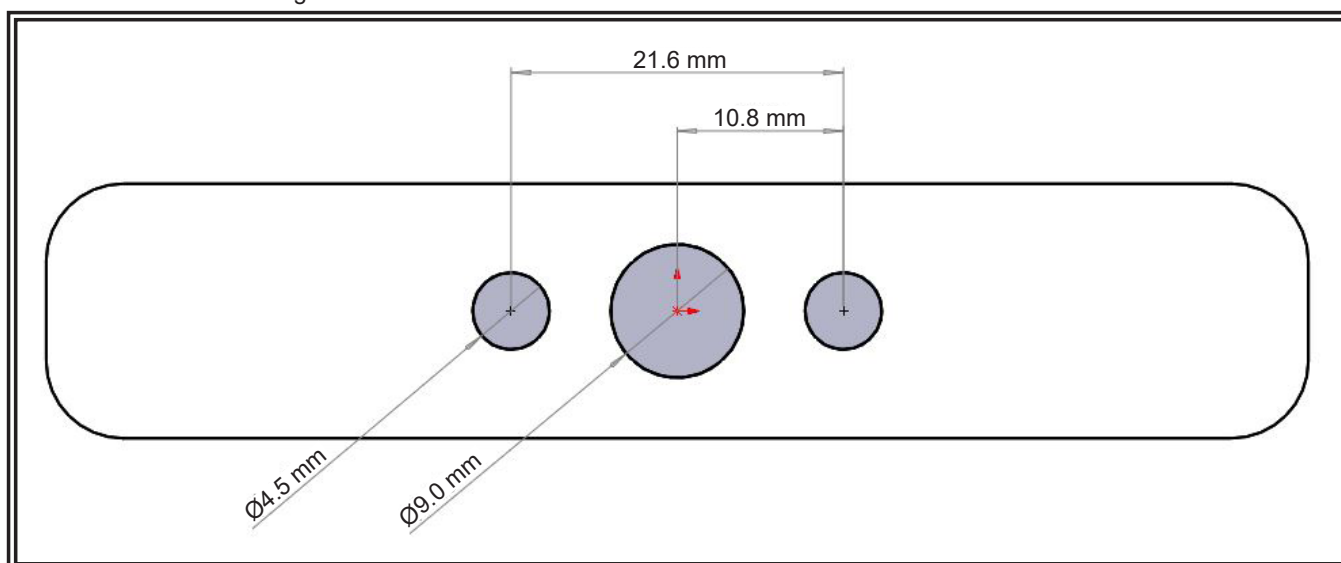

Figura 5
Paso 2. Con la junta corta como plantilla, marque dos orificios en una superficie de montaje plana para la inserción del perno y un tercer orificio central para el enrutamiento del cable. Perfore los dos orificios para pernos con una broca de 4,5 mm o n.º 16. Perfore el orificio central con una broca de 9 mm o en T. Consulte la Figura 5.